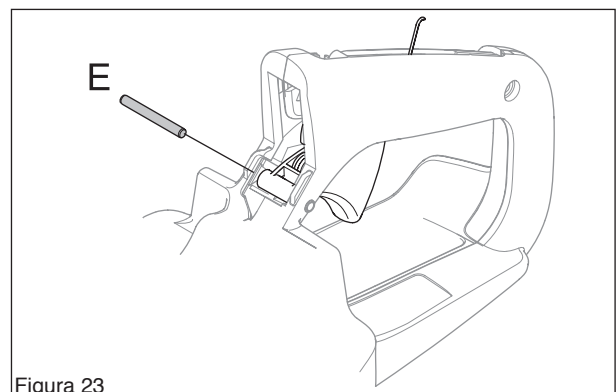

Figura 23
Sujetar el muelle e insertar el acelerador en la escotadura de la empuñadura. (Ver la figura 23.)
Montar la espiga (E) del acelerador con un mandril. (Ver la figura 23.)